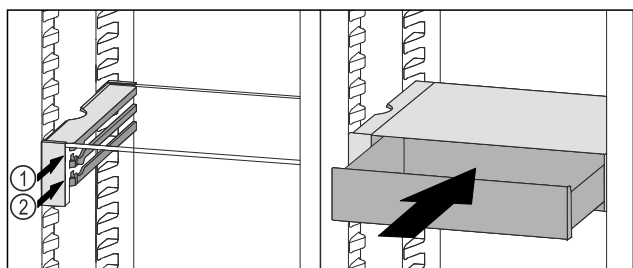

Fig. 150
- Placer le tiroir VarioSafe derrière les butées sur la nervure désirée Fig. 150 (1) ou Fig. 150 (2).